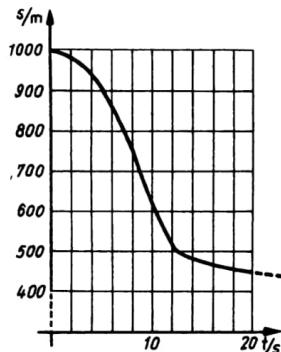

Bild 28
- 3.17** Erläutern Sie anhand der wirkenden Kräfte das bei einem Fallschirmsprung aus 1000 m Höhe mit verzögelter Schirmöffnung aufgenommene v, t -Diagramm (Bild 28). (Vergleichen Sie mit F, Aufgabe 2.13.)